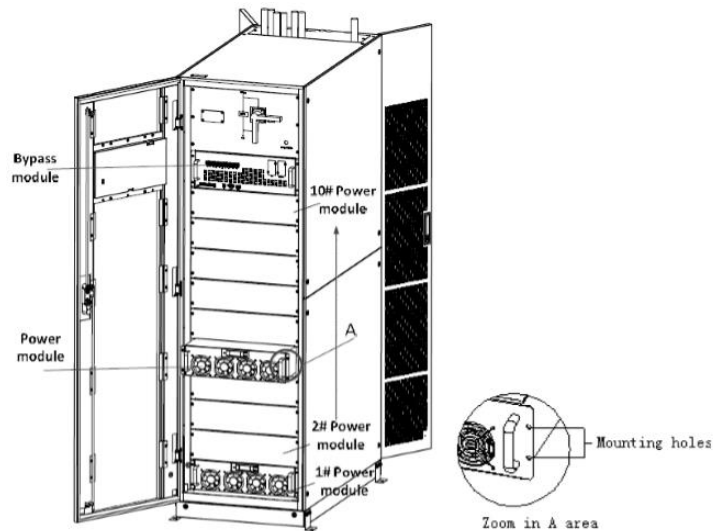

Figura 2-12 Instalando módulos de alimentação
- 4) Fixe o módulo ao gabinete através dos orifícios de montagem em dois lados da placa frontal do módulo, como é mostrado na Figura 2-12.